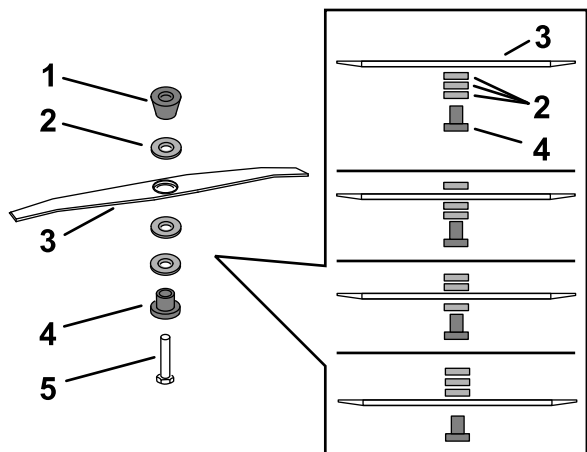

Figura 29
5. Utilize a chave fornecida com a máquina para remover a lâmina rodando o parafuso da lâmina no sentido contrário ao dos ponteiros do relógio (Figura 29).